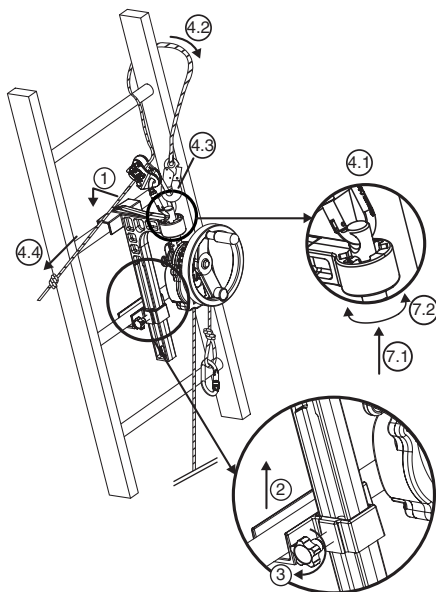

Fig. 6
### 6.3.2. Apparecchio Derope™ UP B (Fig.6)
effettuare l'operazione di salvataggio, al di sopra della persona da evacuare (Fig. 6, 1).
2. Far risalire lo slittone di bloccaggio a livello del piolo immediatamente al di sotto di quello che riceve la grande console (Fig. 6, 2).
3. Stringere l'asse di bloccaggio dello slittone mediante il pulsante di serraggio che si trova sul lato della console (Fig. 6, 3).
- Fissare il connettore del dispositivo di regolazione LCM 05 nel foro della parte superiore dell'asse di aggancio (Fig. 6, 4.1).
- Far passare il cordino di sicurezza attorno al piolo della scala situato al di sopra della console avvolgendolo intorno ad uno dei montanti della scala (Fig. 6, 4.2).
- Collegare il connettore del cordino di sicurezza al connettore del dispositivo di regolazione LCM 05 (Fig. 6, 4.3).
- Tendere il cordino di sicurezza tirando sull'estremità libera (Fig. 6, 4.4).
7. Orientare l'apparecchio Derope™ secondo la necessità modificando la posizione dell'asse di aggancio nel dispositivo di posizionamento (Fig. 6, 7.1 – 7.2).